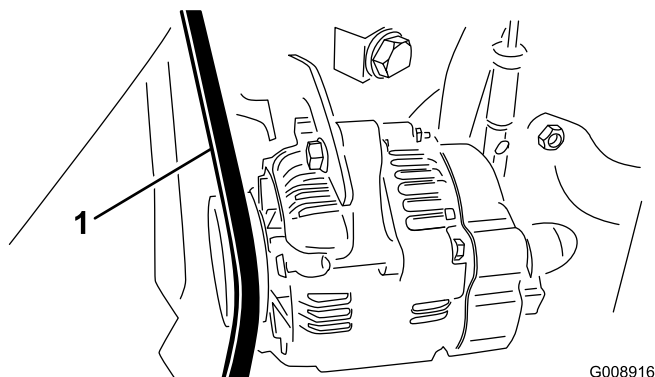

図 69
2. ベルト中央（オルタネータのプーリとクランクシャフトプーリの間）を 30 N·m (10 kg=22 lb) の力で押してベルトの張り具合点検する（図 69）。